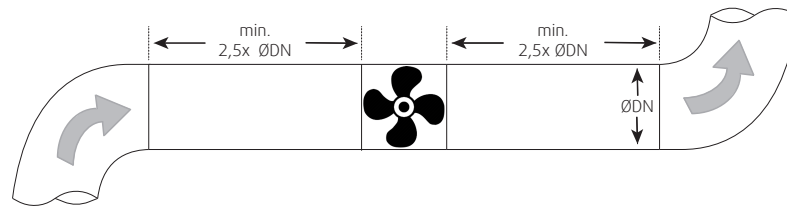

Bild 1 Gerade Kanäle
- ◆ Ein gleichmäßiger und konstanter Luftstrom zum Gerät ist sicherzustellen. Eine freie Fortluft ist sicherzustellen. Siehe Bild 1 *Gerade Kanäle*, Seite 50.